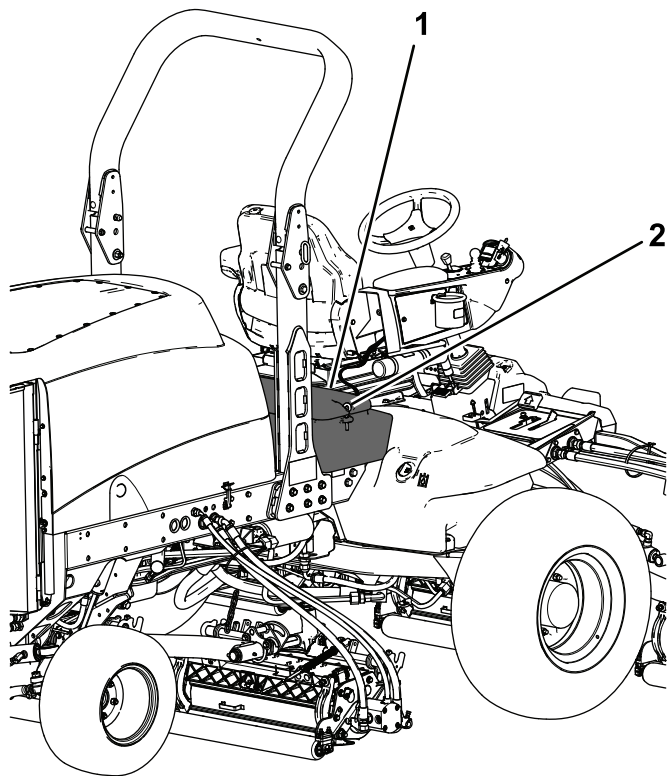

Figura 96
2. Sbloccate e sollevate il pannello comandi dell'operatore (Figura 96).